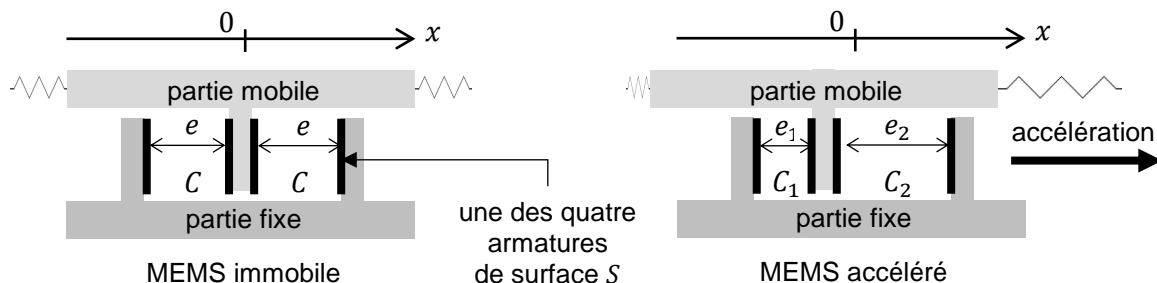

Figure 3. Schémas de principe de l'accéléromètre MEMS
2. L'accéléromètre MEMS est constitué d'une partie mobile qui, soumise à une accélération, entraîne le déplacement de l'armature commune aux deux condensateurs. En l'absence d'accélération, chaque condensateur a une capacité C . On considère un déplacement de l'accéléromètre MEMS suivant Ox , lorsqu'il est soumis à une accélération, leurs capacités prennent respectivement les valeurs C_1 et C_2 comme l'illustrent les schémas de la figure 3.
- 2.2. Donner le signe de a_x qui permet de rendre compte de la situation schématisée sur la figure 3. Commenter.